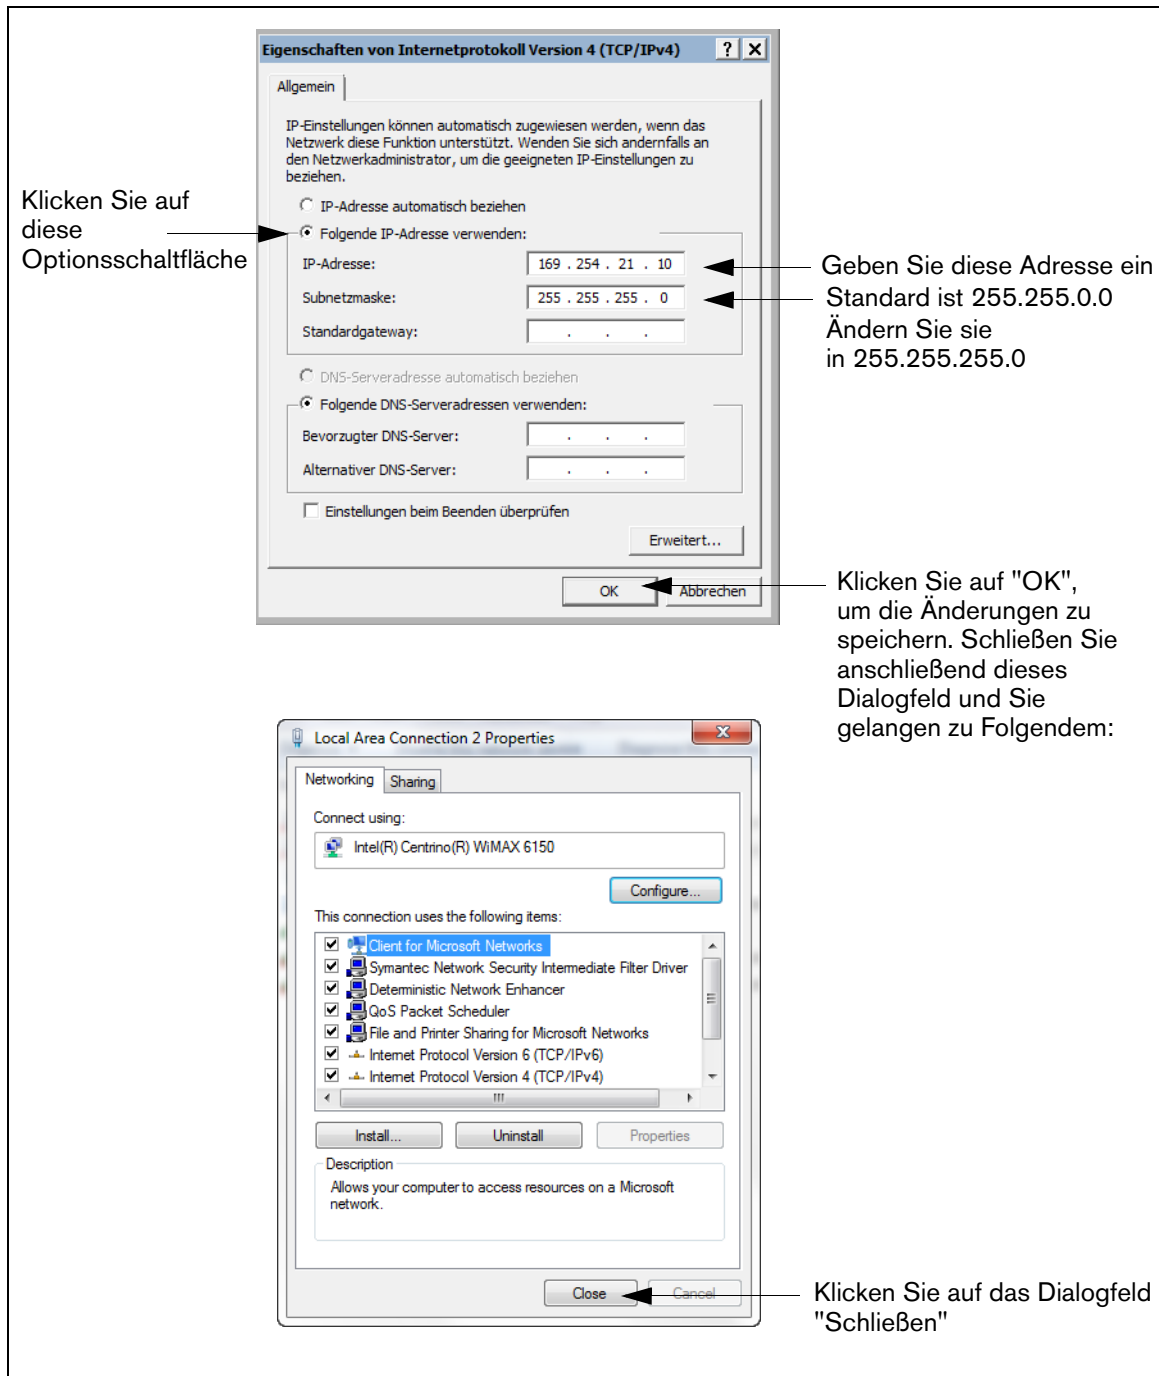

Abbildung A-3. Auswahl des Dialogfelds "Internetprotokoll-Version 4 (TCP/IPv4)" - Eigenschaften
5. Wenn das Dialogfeld "Internetprotokollversion 4 (TCP/IPv4) – Eigenschaften" geöffnet wird, nehmen Sie die in Abbildung A-3.gezeigte Auswahl vor.